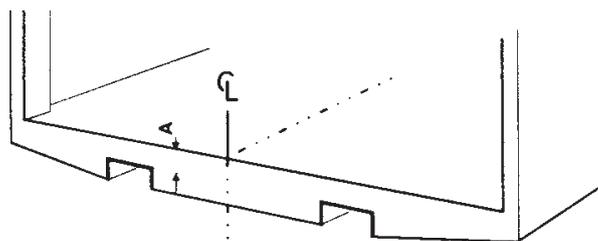

Figura 13. Medir y marcar el punto central en la barra trasera del vehículo
1. Medir y marcar el punto central en la barra trasera del vehículo, véase Figura 13.